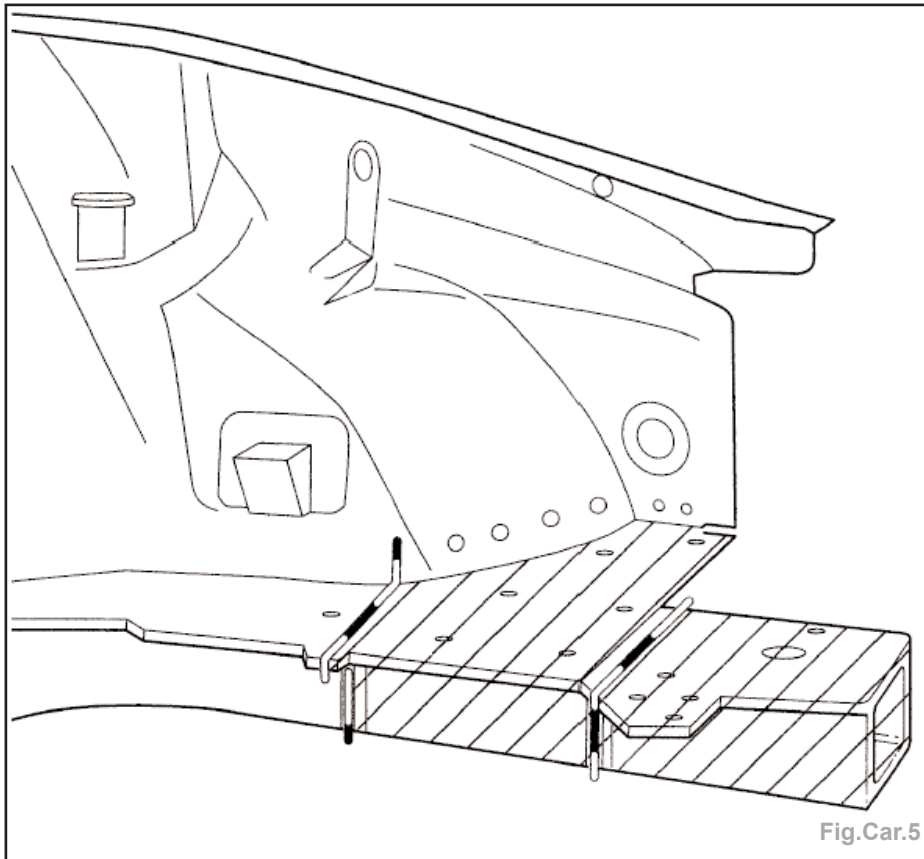

Fig.Car.5
- tracer la ligne de coupe en fonction de la zone endommagée (Fig.Car.5).